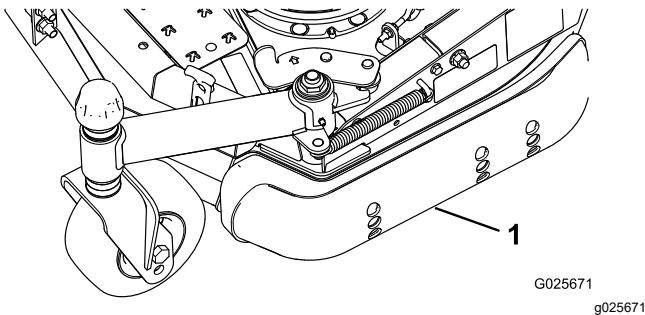

Figura 6
- Afloje el tornillo situado en la parte delantera de cada patín (Figura 6).